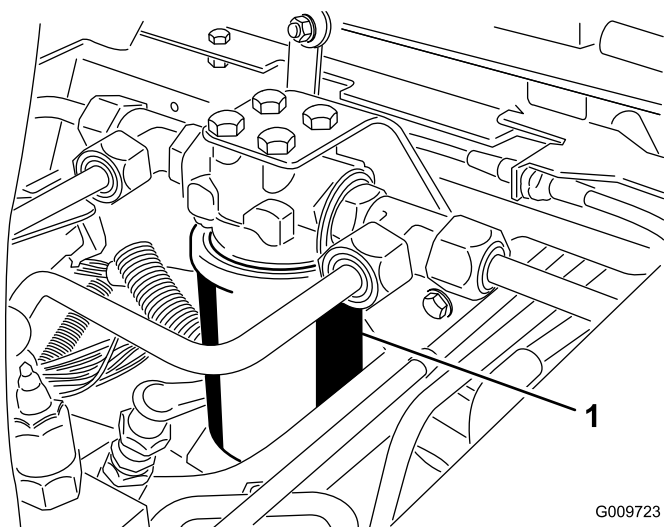
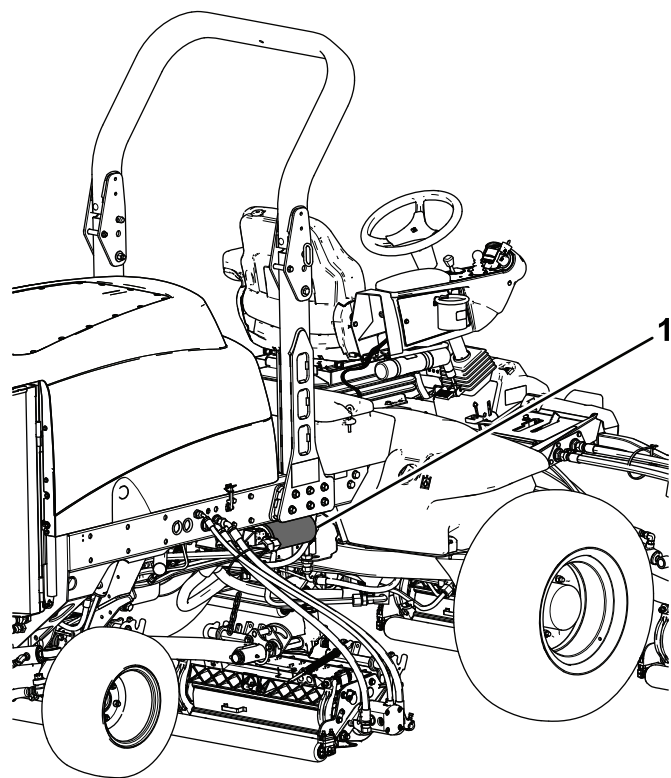

Рисунок 107
Рисунок 108
3. Подставьте под фильтр поддон, а затем снимите фильтр (Рисунок 107 и Рисунок 108).